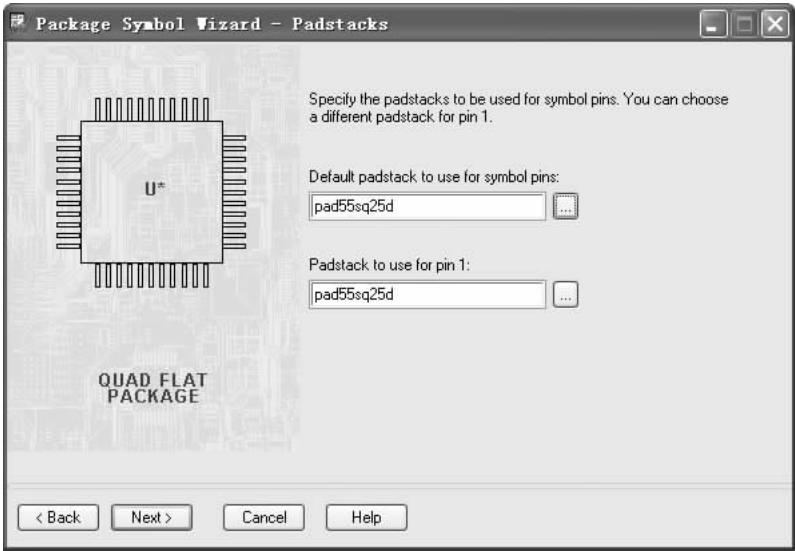

图 9-49 “Package Symbol Wizard – Padstacks” 对话框
7) 完成参数设置后, 单击 **Next >** 按钮, 弹出 “Package Symbol Wizard – Padstacks” 对话框, 如图 9-49 所示, 选择要使用的焊盘类型。